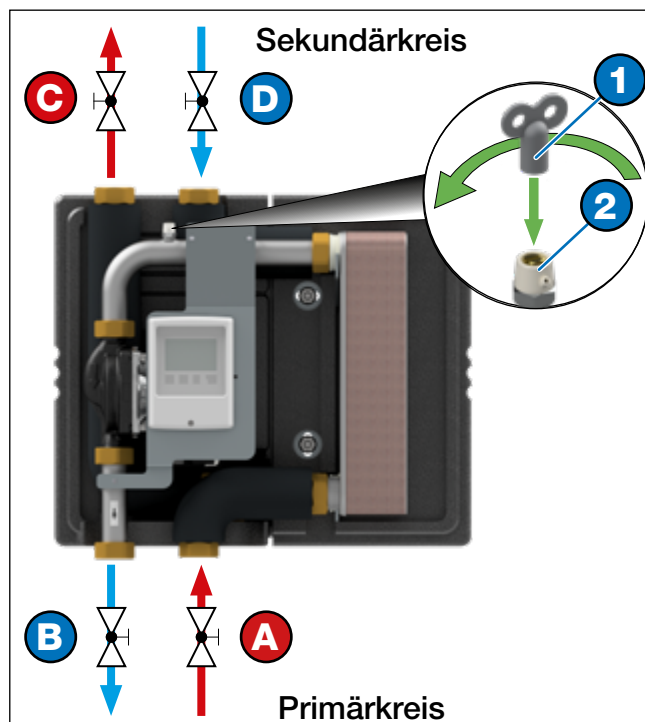

Abb. 8-4: Anschluss der Frischwasserstation und Entlüftungsvorgang
- Bei Handlungsschritten 8-10 die Abb. 8-4 beachten.
- Die Frischwasserstation ist vollständig montiert. Bei den nachfolgenden Handlungsschritten die Abb. 8-4 beachten.
3. Schließen Sie alle Absperrhähne (Abb. 8-4 auf Seite 12).
Schalten Sie die Frischwasserstation drucklos (zum Beispiel durch Öffnen der Entlüftungsschrauben siehe Abb. 8-4 auf Seite 12).